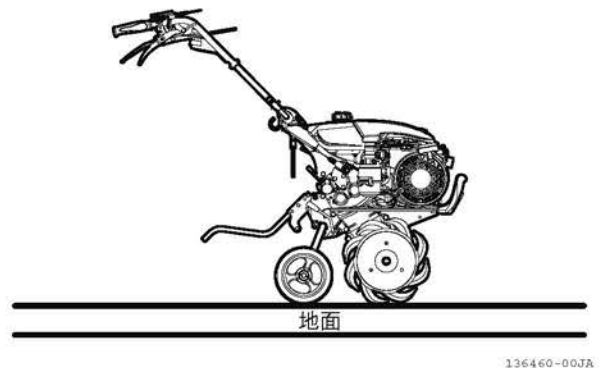

図 4-11 爪・移動輪接地状態
1. ミニ耕うん機を爪と抵抗棒または移動輪が接地した状態にします。(図 4-11)